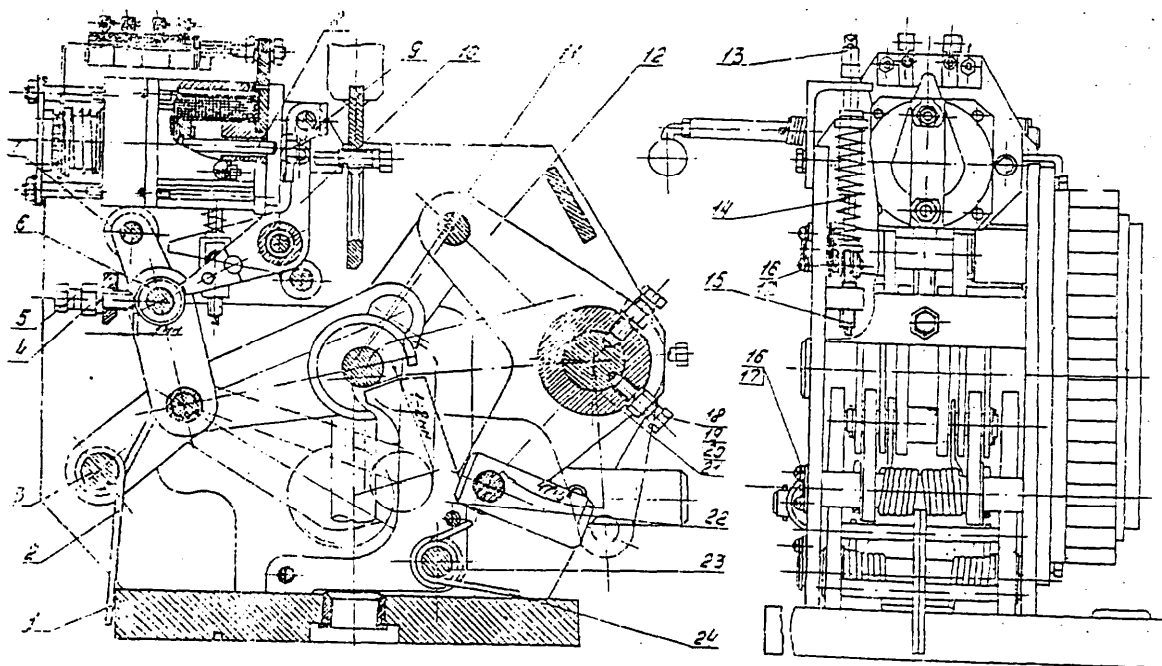

Рис.9. Механизм привода:
11.1. Вывинтить винты 16 (рис.9), вынуть оси 3,7.
12.2. Отвернуть болты 9 (см. рис.9), снять электромагнит отключения.
13.1. Вывинтить винты 16 (см. рис.9) из корпуса 1, вынуть ось 23 с втулками, снять удерживающую собачку 22, пружину 24.
- 14.1. Установить механизм в сборе в корпус привода, вставить вал 21 (см. рис.9) и застопорить болтами 18, затянуть гайки 20.
- 14.6. Вставить ось 10, ввинтить винты 16 (см.рис.9) со стопорными шайбами 17.
17.2. Отрегулировать зазор между отключающей собачкой 10 (см. рис.9) и роликом 6, который ДОЛЖЕН быть равным 1 мм. Зазор регулируется болтом 5.
17.7. Проверить полный угол поворота вала привода 21 (см.рис.9) с рычагом 12 между включенным и отключенным положениями привода, который составляет $47^{+3^{\circ}}$.